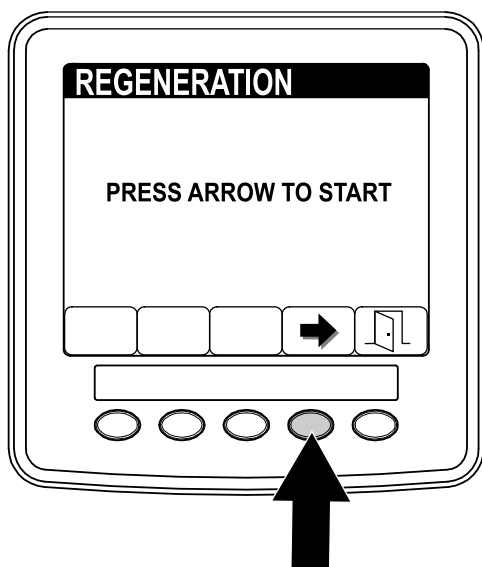

Figure 51
3. Dans l'écran de régénération, appuyez sur le bouton n° 4 pour lancer le processus de régénération (Figure 51).